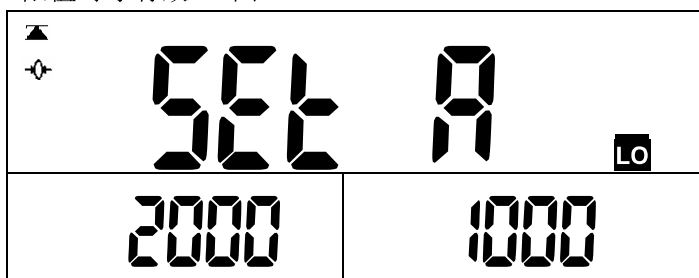

图 16
- ③按**警示预设**键或**确认**键，输入预设下限值（下限值只有在设有上限值时才有效）。图 16